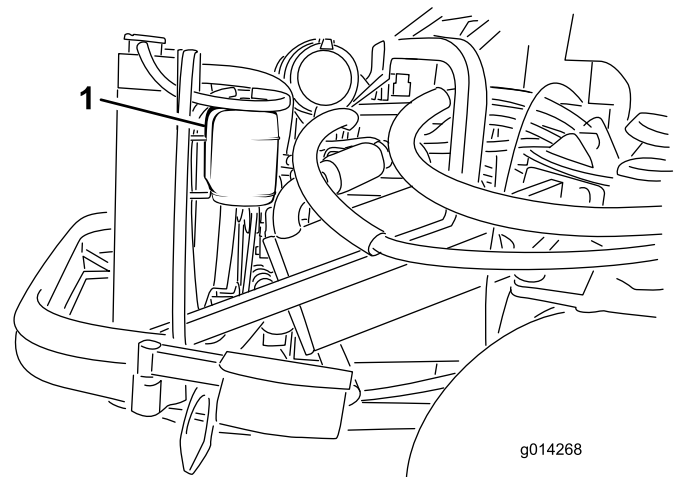

Figure 59
1. Vérifiez le niveau du liquide de refroidissement dans le vase d'expansion (Figure 59). Il doit se situer entre les repères qui figurent sur le côté du réservoir.